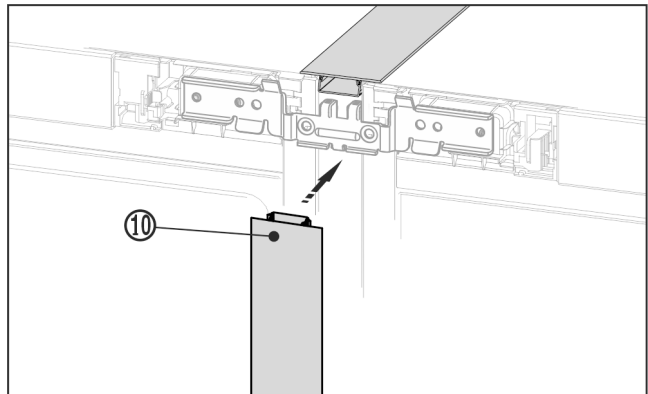

Fig. 23
- À l'avant, pousser la baguette longue Fig. 23 (10) dans la fente verticale. Veiller à ce que la baguette repose sur la tôle de jonction.